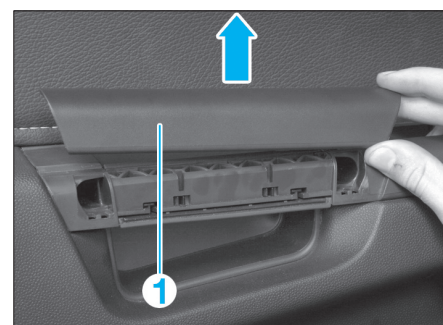

FIG. 45
- Déposer le cache (1) de la poignée de porte (fig. 45).
- Déposer le cache (1) de la poignée de portes (fig. 45).